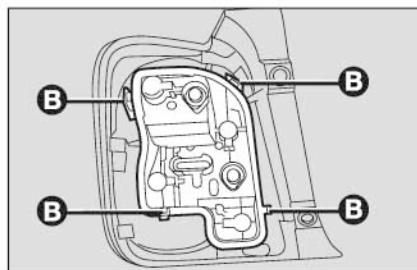

Рис. 27
- высвободите держатель ламп из корпуса фонаря, отжав пружинные фиксаторы **В** (рис. 27);